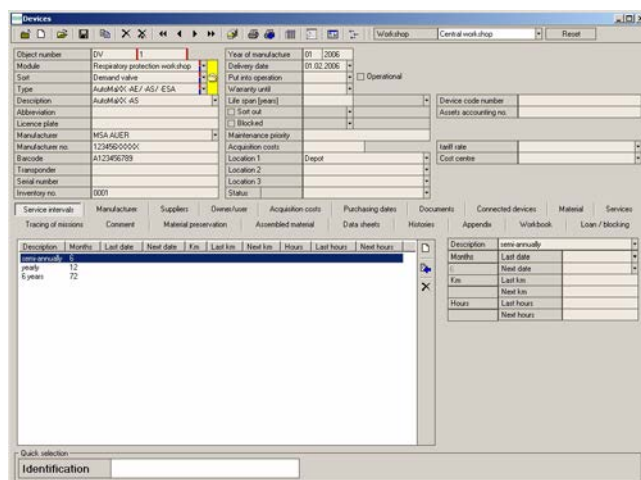

Fig. 68 Menu: Manutenzione – Scheda Intervalli dispositivo
- (1) Procedere come per *Intervalli* [→ Fig. 68].
- (2) Selezionare l'articolo, quindi inserire a destra l'ultima data di sostituzione.